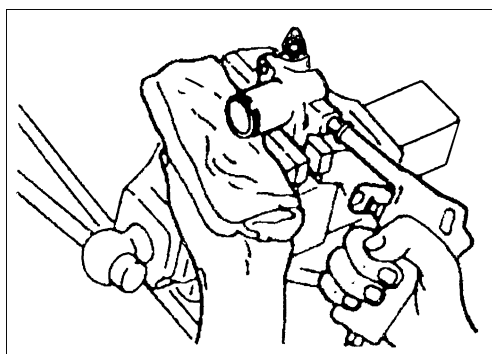

图 3-11 吹入压缩空气
拆卸时注意：① 包住活塞以防弹出；② 如图 3-11 所示，要慢慢吹入压缩空气以防制动液溅出。
① 检查释放筒的内表面是否有划痕或不正常的磨损。
② 如果活塞帽外圆已经被划伤或疲劳损伤则应予以更换。